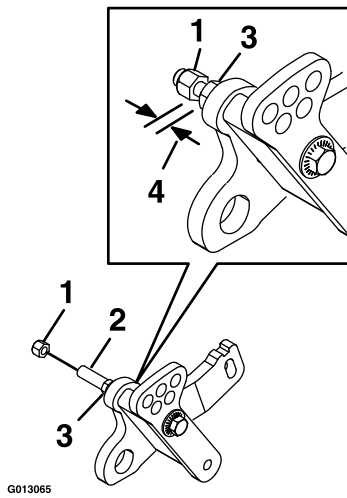

Figura 6
- Instale el muelle lateral reemplazando el gancho trasero en el tornillo. Instale la tuerca nyloc y deje un espacio de 9 mm (0.35 pulgada) entre la tuerca nyloc y la contratuerca de reborde (7/16 pulgada), como se muestra en Figura 6.